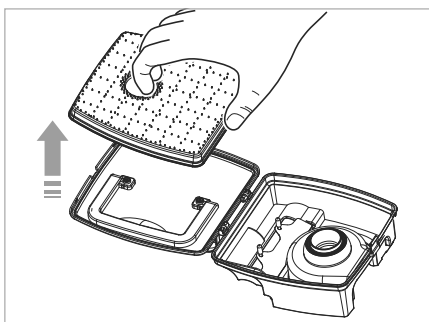

Fig. 10
- 3) Retirez le filtre EPA **9** du couvercle du bac à poussière **14**. (voir fig. 10).